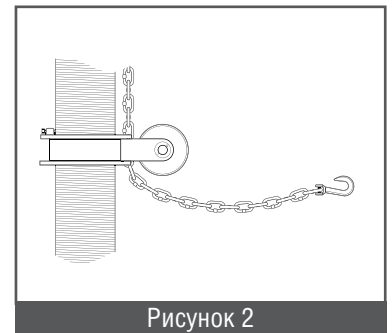

Рисунок 2
- Поддерживая одной рукой направляющий блок, ослабьте болт. Установите направляющий блок в положение, которое обеспечит желаемый угол направления цепи, и затяните болт на блоке (рисунок 2).